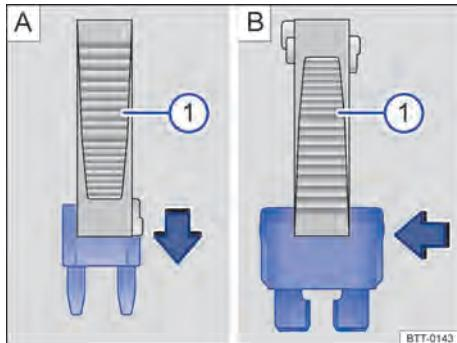

Fig. 174 Retirar ou colocar o fusível plano com o alicate de plástico: A: MINI, B: ATO.
- No caso de *fusíveis planos*, de acordo com o modelo do fusível, colocar as garras adequadas do alicate plástico ⇒ Fig. 174 A ① ou ⇒ Fig. 174 B ① sobre o fusível na direção da seta.
- Se o fusível estiver queimado, substituir o fusível por um novo da *mesma intensidade* (mesma cor e inscrição) e do *mesmo tamanho* ⇒ ①.